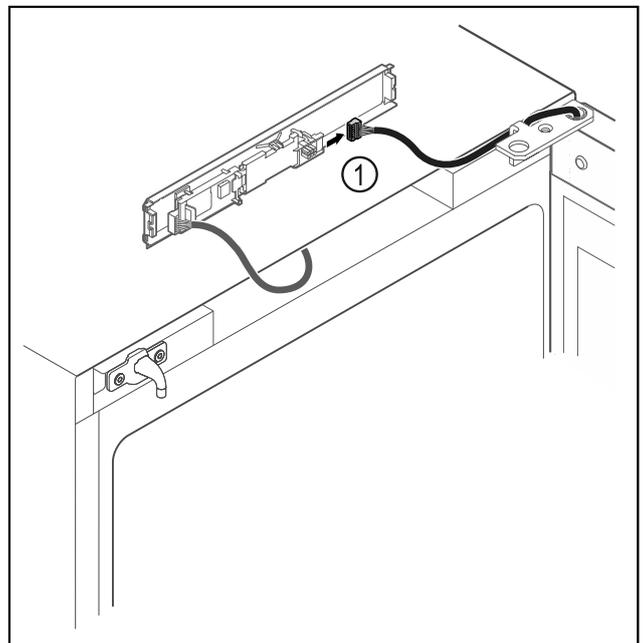

Fig. 16
- ▶ Stecker Fig. 16 (1) von Platine abstecken.